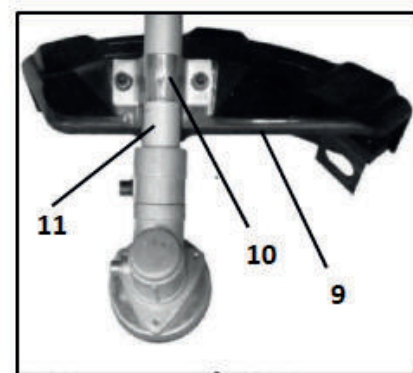

Рис.4
- Установите защитный кожух (9) на кронштейн (10) нижней штанги (11).
- Болтами из комплекта поставки закрепите защитный кожух (9) на кронштейне (Рис.4).